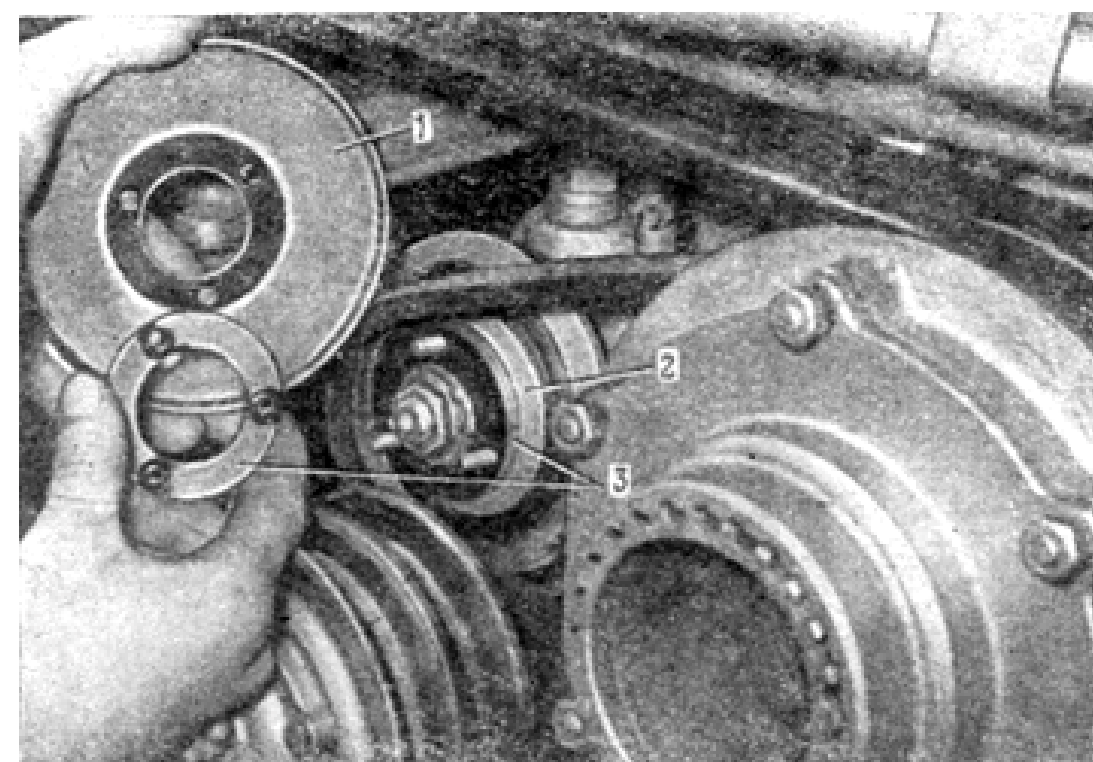

Рис. 12. Регулировка натяжения ремня водяного насоса:
3. Для натяжения ремня отвернуть гайки крепления боковины 1 (рис. 12) шкива 2 и снять одну-две регулировочные прокладки 3.